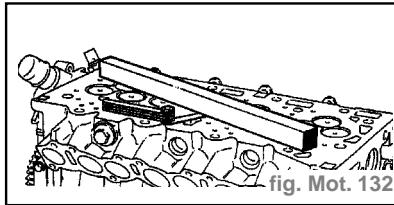

fig. Mot. 132
- Vérifier avec une règle et un jeu de cales s'il y a déformation du plan de joint. (fig. Mot. 132)